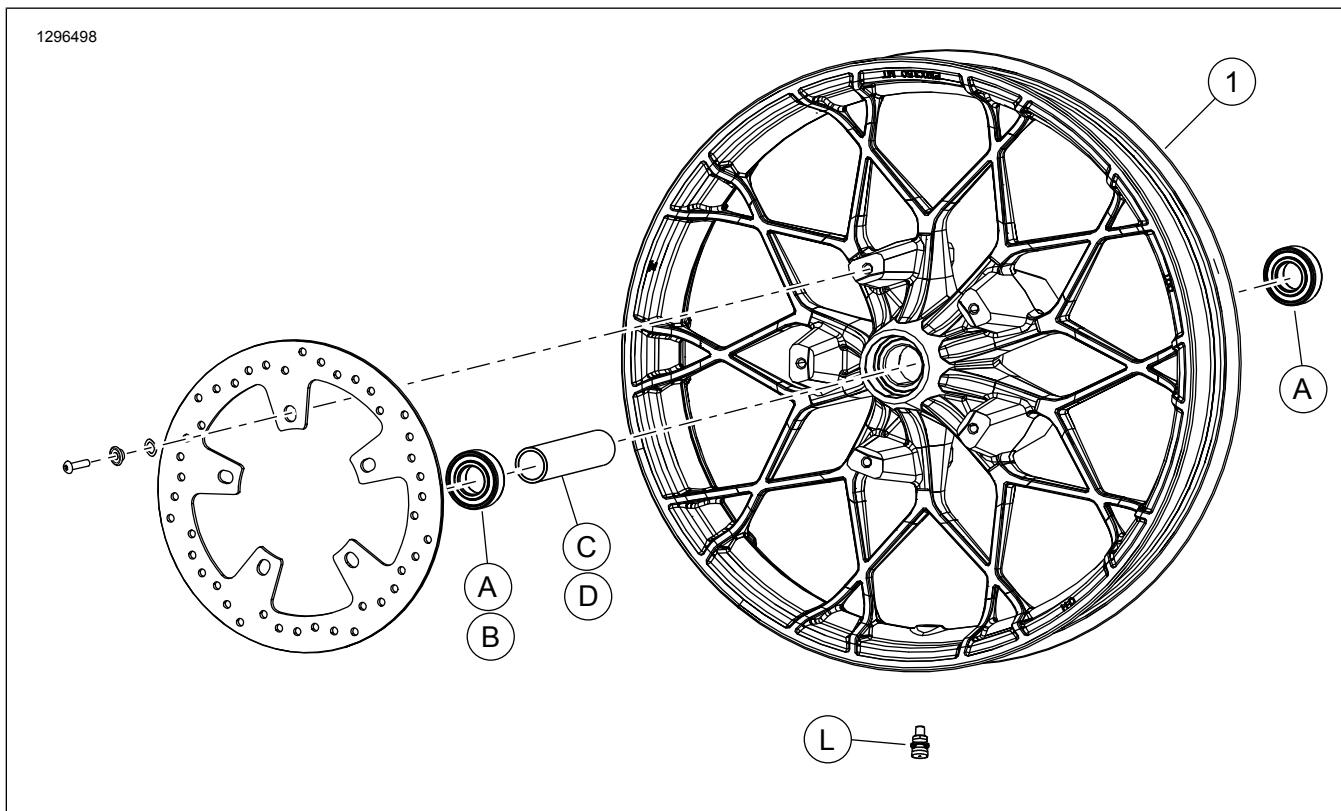

图2。维修零件：前轮
此套件仅包括定制车轮。参见图2和表2。
2. 参见图2。在车轮上安装阀杆组件(L)。参见维修手册。